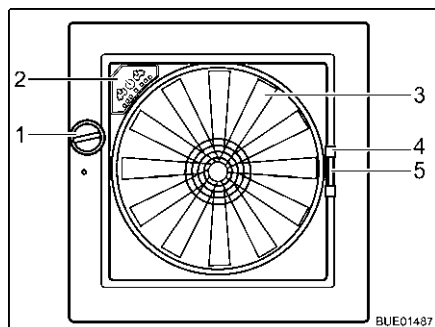

Fig. 89 Oblò Omni-Vent
- Apertura:** ■ Ruotare la manopola (Fig. 89,1), finché non si raggiunge l'angolo di apertura desiderato.
- Chiusura:** ■ Ruotare la manopola (Fig. 89,1), finché l'oblò non è completamente chiuso.
- Chiusura:** ■ Tirare la zanzariera per l'impugnatura (Fig. 89,4) verso il lato opposto del telaio.
- Chiusura:** ■ Serrare la maniglia (Fig. 89,5) dell'oscurante.
Se l'oblò è aperto, la zona interna può essere sfiata con il ventilatore a 6 stadi (Fig. 89,3). Il ventilatore si controlla dal quadro di comando (Fig. 89,2).